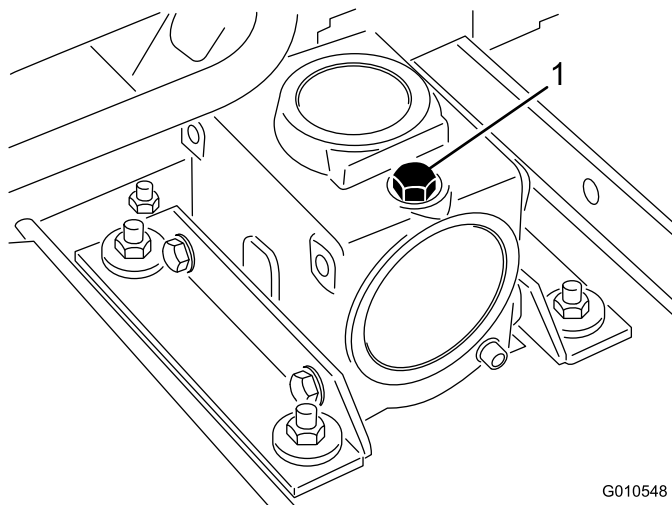

Figure 16
2. Placez la machine et le plateau de coupe sur une surface plane et horizontale, et abaissez le plateau de coupe. Retirez le bouchon de remplissage-jauge au sommet du boîtier d'engrenages (Figure 16) et vérifiez que le niveau de lubrifiant se situe entre les repères sur la jauge. Si le niveau de lubrifiant est bas, ajoutez de l'huile pour engrenages SAE 80-90 jusqu'à ce que le niveau se situe entre les repères. De l'huile synthétique pour engrenages SAE 80-90 peut être utilisée éventuellement.